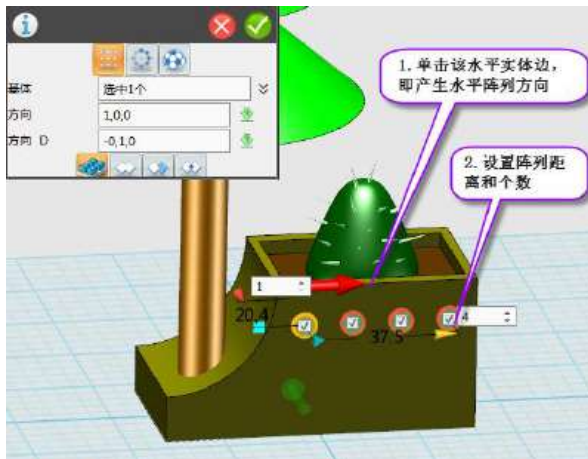

图 32 设定水平方向的阵列
- (3) 在左上角弹出的对话框中选择【线性】阵列(如图 32 所示)，然后单击图 32-1 箭头所指的实体上的任一水平边，即产生水平的阵列方向(红色箭头)，然后如图 32-2 所